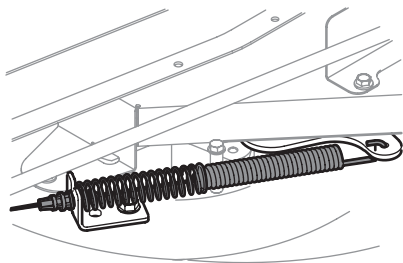

Figura 33
- Extraiga con cuidado el cable de la PTO de la parte posterior de la plataforma de corte. Retire el resorte del soporte de polea loca de la plataforma (Figura 33).